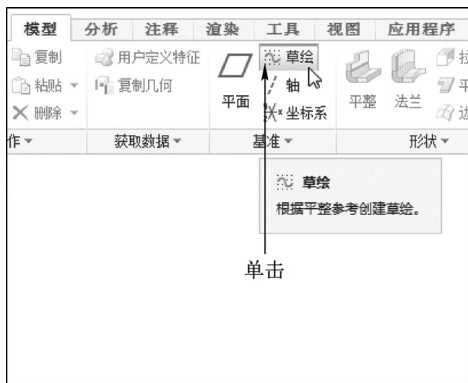

图 13-45 单击“草绘”按钮
STEP 04 在功能区选项板中切换至“模型”选项卡，单击“基准”面板中的“草绘”按钮 ，如图 13-45 所示。